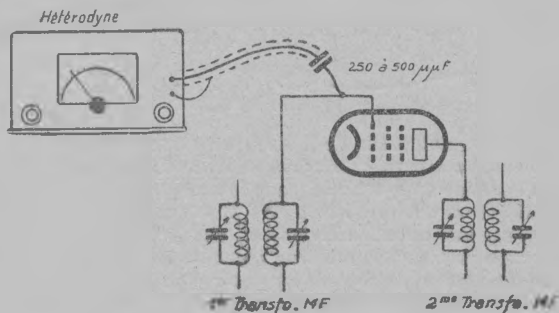

Fig. 33. — Branchement de l'hétérodyne pour l'alignement MF.
4. Connecter la sortie de l'hétérodyne à la grille de l'amplificatrice MF à travers une petite capacité de 250 à 500 centimètres. L'antenne fictive est alors sans utilité (fig. 33).